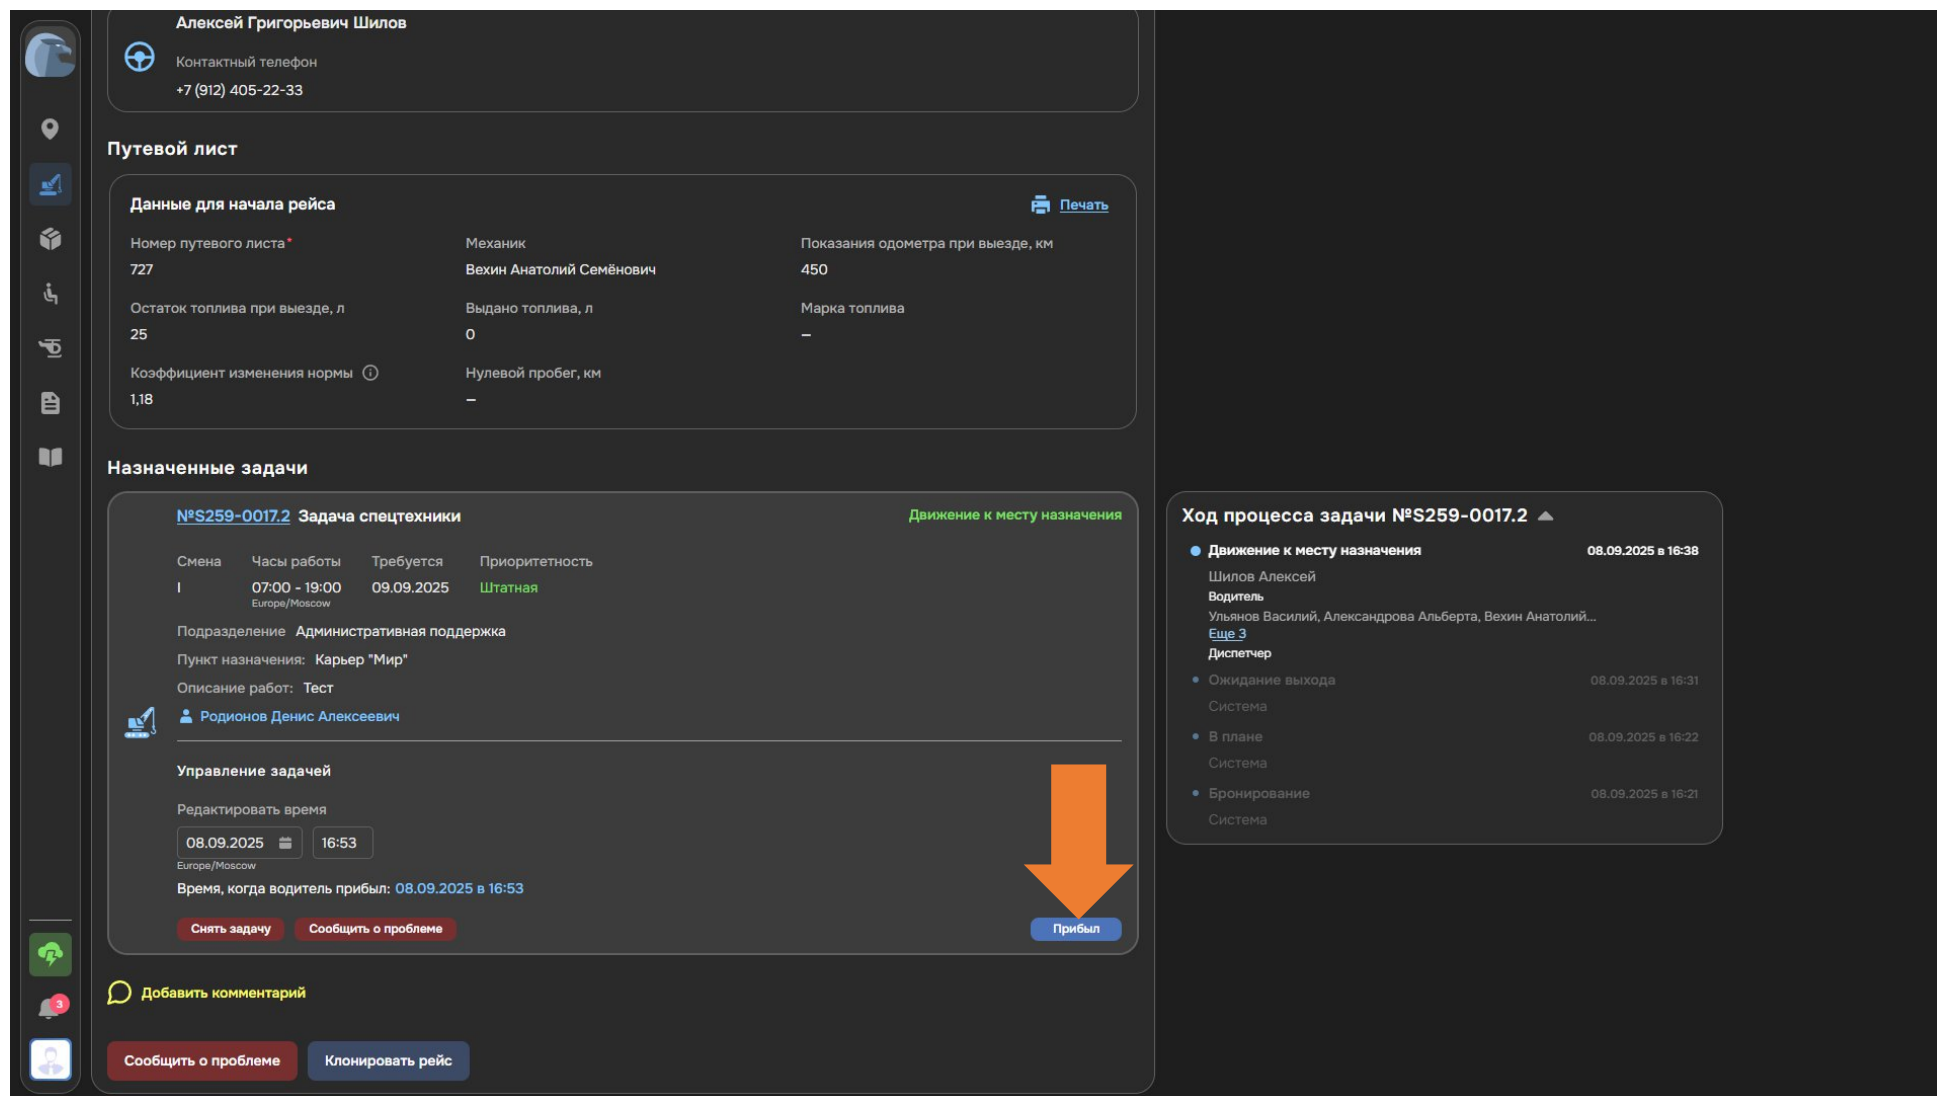

Рисунок 63. Завершение шага процесса
4. Нажмите на Задачу, выполнение шага по которой хотите окончить, в блоке «Назначенные задачи», а затем нажмите кнопку, соответствующую окончанию выполнения шага (см. Рисунок 63).